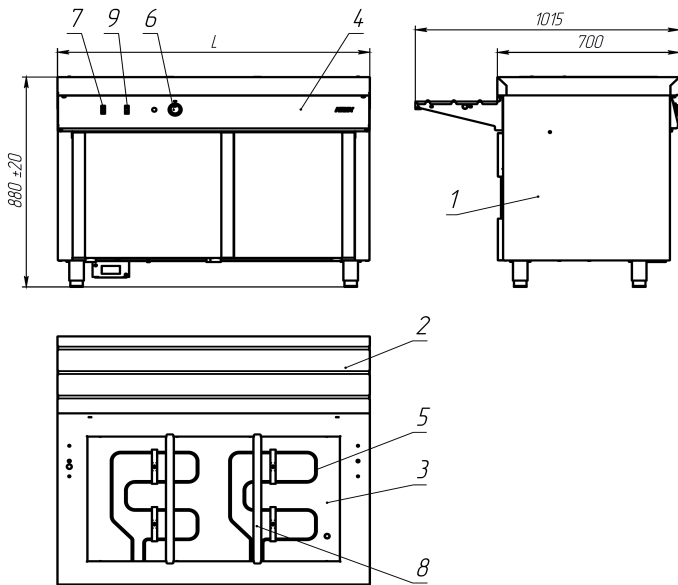
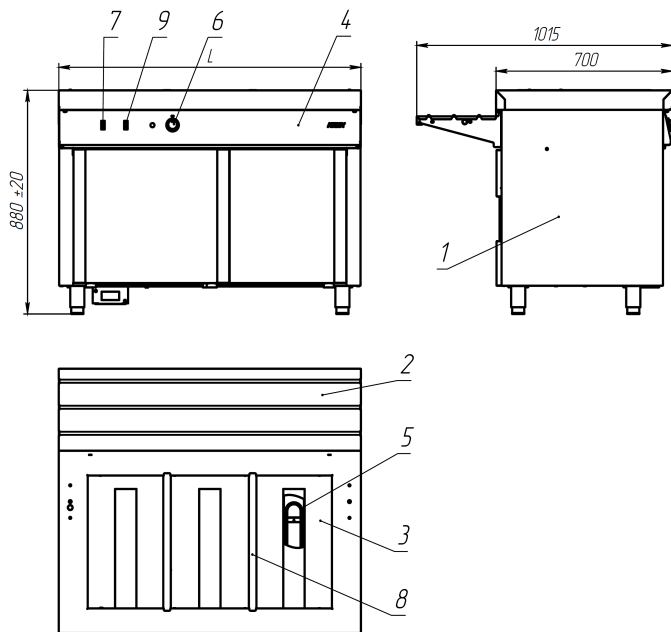

Рисунок 1
Рисунок 2
1.3.2.1 Предприятие «АТЕСИ» выпускает мармиты вторых блюд «парового» и «сухого» обогрева. Изделия, см. рисунок 1 и рисунок 2, представляют собой тумбу 1 с установленными на ней направляющей для подносов 2, ванной 3 со съёмными перегородками 8 для установки гастроемкостей. По желанию заказчика модули могут комплектоваться стандартными гастроемкостями GN 1/1, GN ½ глубиной до 150 мм. Нагрев емкостей в мармите «влажном» осуществляется с помощью горячего пара, вода в ванне нагревается ТЭНами 5 рисунок 1. Температура воды внутри ванны не превышает 100°C и пригорание продуктов исключено. Нагрев продуктов в «сухом» мармите осуществляется с помощью ТЭНов 5 рисунок 2, расположенных под каждой гастроемкостью. С помощью ручки терморегулятора 6 на панели управления 4 устанавливается необходимая температура в гастроемкостях в пределах до 80°C. Выключатель 7 включает подсветку полки. Выключатель 9 подключает изделие к электросети.